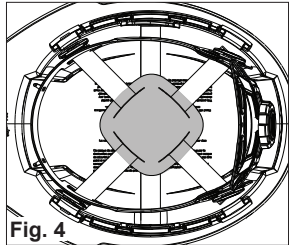

Fig. 4
3. Center the crown padding as needed (Fig. 4).
3. Centrer le rembourrage de couronne au besoin (Fig. 4).
3. Centre la almohadilla de la corona según sea necesario (Fig. 4).